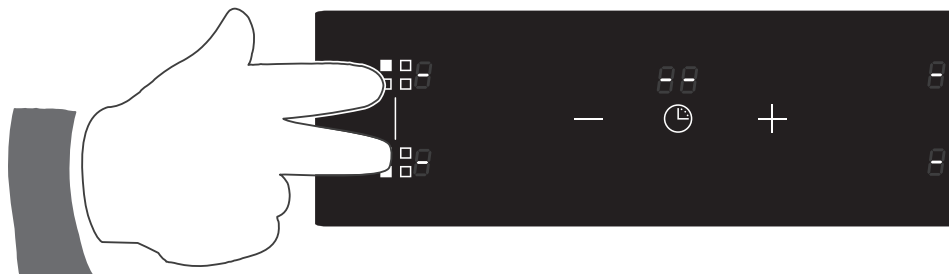

Fig. 3.4
- Selezionare entrambe le due zone di sinistra con la pressione delle dita (fig. 3.4).